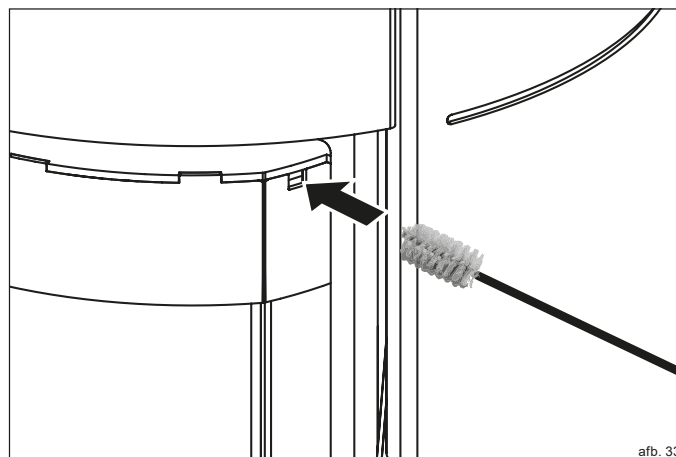

afb. 32
- Open het luikje op het rookkanaal (afb. 32).
- Veeg het roet naar achteren in de schoorsteen en naar beneden in de kachel (afb. 32).